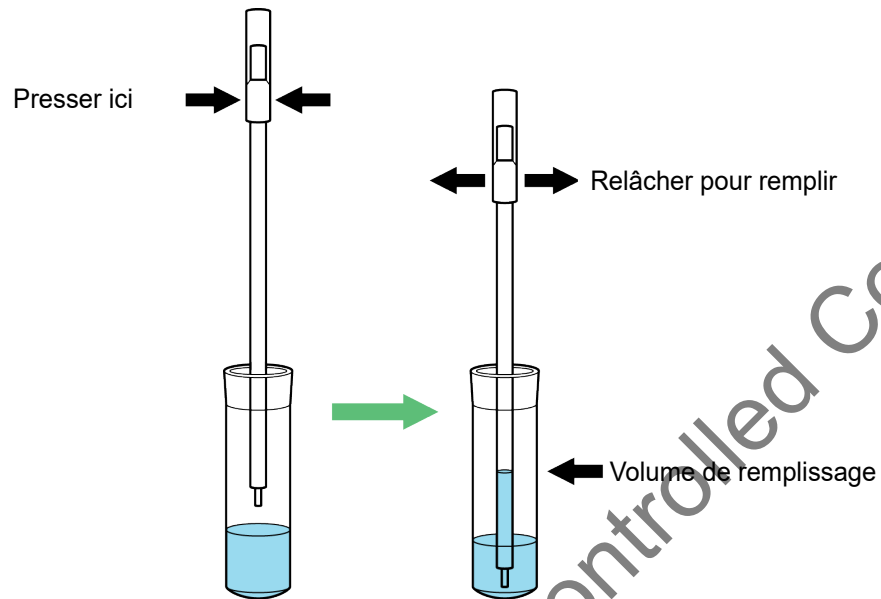

Figure 1. Pipette de transfert
1. Ouvrir le capuchon du tube de transport de l'échantillon. Presser **complètement** la poire de la pipette de transfert et placer l'extrémité de la pipette dans le tube de milieu de transport ESwab contenant l'échantillon du patient (voir Figure 1).
4. Soulever le capuchon avec l'écouvillon attaché du tube de transport (ne pas retirer complètement l'écouvillon du tube de transport). Presser complètement la poire de la pipette de transfert et placer l'extrémité de la pipette dans le tube de milieu de transport ESwab contenant l'échantillon du patient (Figure 1).